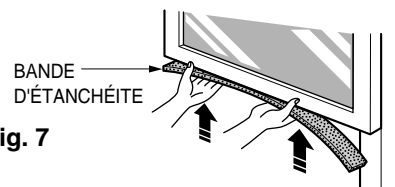

Fig. 7
2. Coupez la bande d'étanchéité préencollée (TYPE D) à la largeur de la fenêtre. Retirez la pellicule protectrice de la bande d'étanchéité et collez la bande sur la face inférieure du vantail inférieur. (Fig. 7)